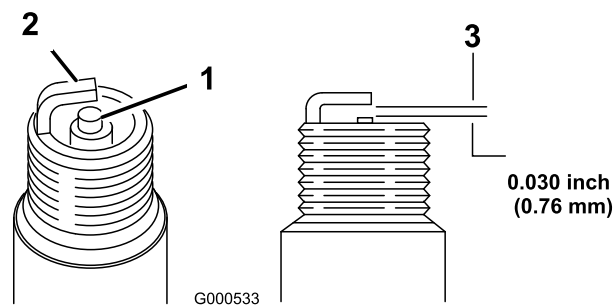

Figura 30
5. Ajuste el espacio entre los electrodos a 0,76 mm (0,030 pulgadas); consulte Figura 30.